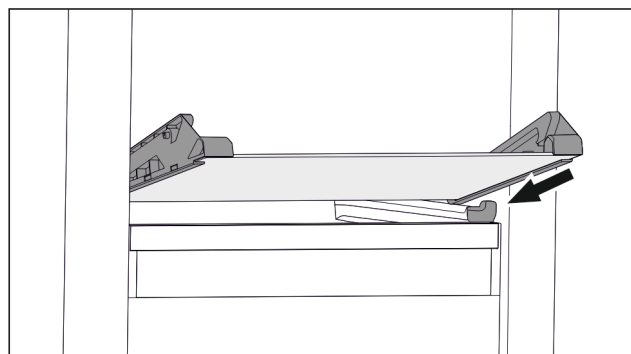

Fig. 108 Steklena plošča nagibnega predala
- ▶ Stekleno ploščo postavite v poševnem položaju za zaustavljalniki. (glejte Fig. 108)